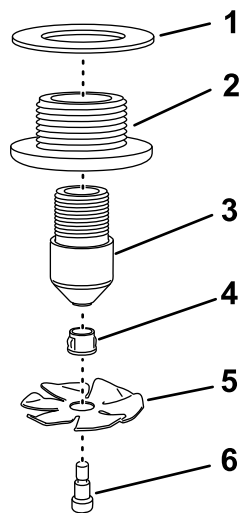

Figura 20
1. Instale a palheta de lavagem e casquilho sobre o parafuso com olhal (Figura 20).
2. Instale a palheta de lavagem, casquilho e parafuso com olhal sobre o bico de lavagem (Figura 20).
4. Instale o conjunto do bico de lavagem na união do anteparo e aperte à mão (Figura 20).
5. Monte uma junta na união do anteparo (Figura 20).